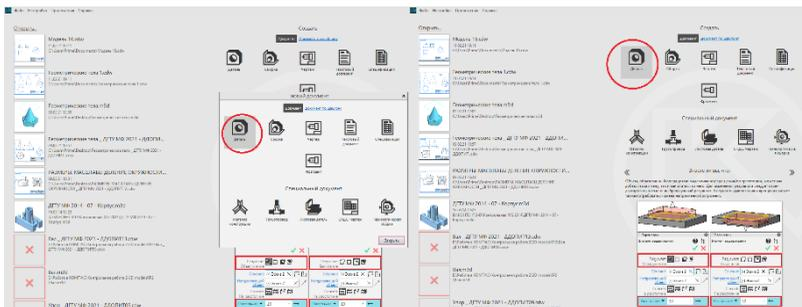

Рис. 4
1. После загрузки редактора выполнить команду: Файл — Создать — Деталь или выбрать Создать — Деталь (рис. 4).